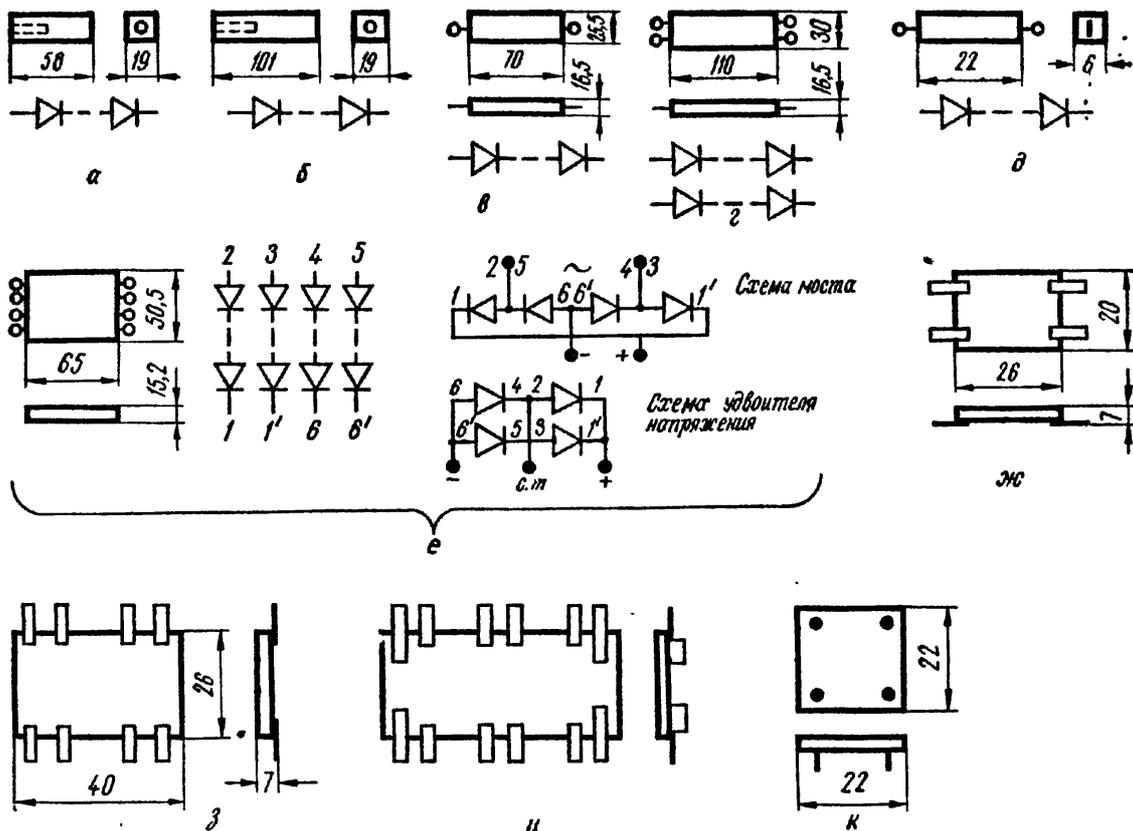

Рис. 261. Внешний вид и основные размеры выпрямительных столбов и блоков
**Д1004—Д1008.** Кремниевые столбы. Диапазон рабочих температур от  $-60$  до  $+120^{\circ}\text{C}$ . Размеры корпуса указаны на рис. 261, а (Д1004 и Д1005А) и рис. 261, б (Д1005Б — Д1008).
Д1009 — Д1011. Кремниевые столбы. Диапазон рабочих температур от -60 до +80° С. Наибольшая температура корпуса 100° С. Граничная рабочая частота 1000 Гц. Размеры корпуса указаны на рис. 261, в (Д1009, Д1009А и Д1011А) и рис. 261, г (Д1010 и Д1010А).
**КЦ106 (А, Б, В, Г, Д).** Кремниевые столбы (см. рис. 261, д).
**КЦ401 (Б, В).** Кремниевые блоки. Диапазон рабочих температур от —55 до +60° С. Наибольшая температура корпуса 85° С. Граничная рабочая частота 1 кГц. Данные при температуре 70° С приведены для блоков в тропическом исполнении (см. рис. 261, е).
**КЦ402 — КЦ405 (А, Б, В, Г, Д, Е, Ж, И).** Кремниевые блоки (см. рис. 261, ж—к). КЦ4041 с держателями предохранителей в корпусе. Диапазон рабочих температур от —40 до +85° С,